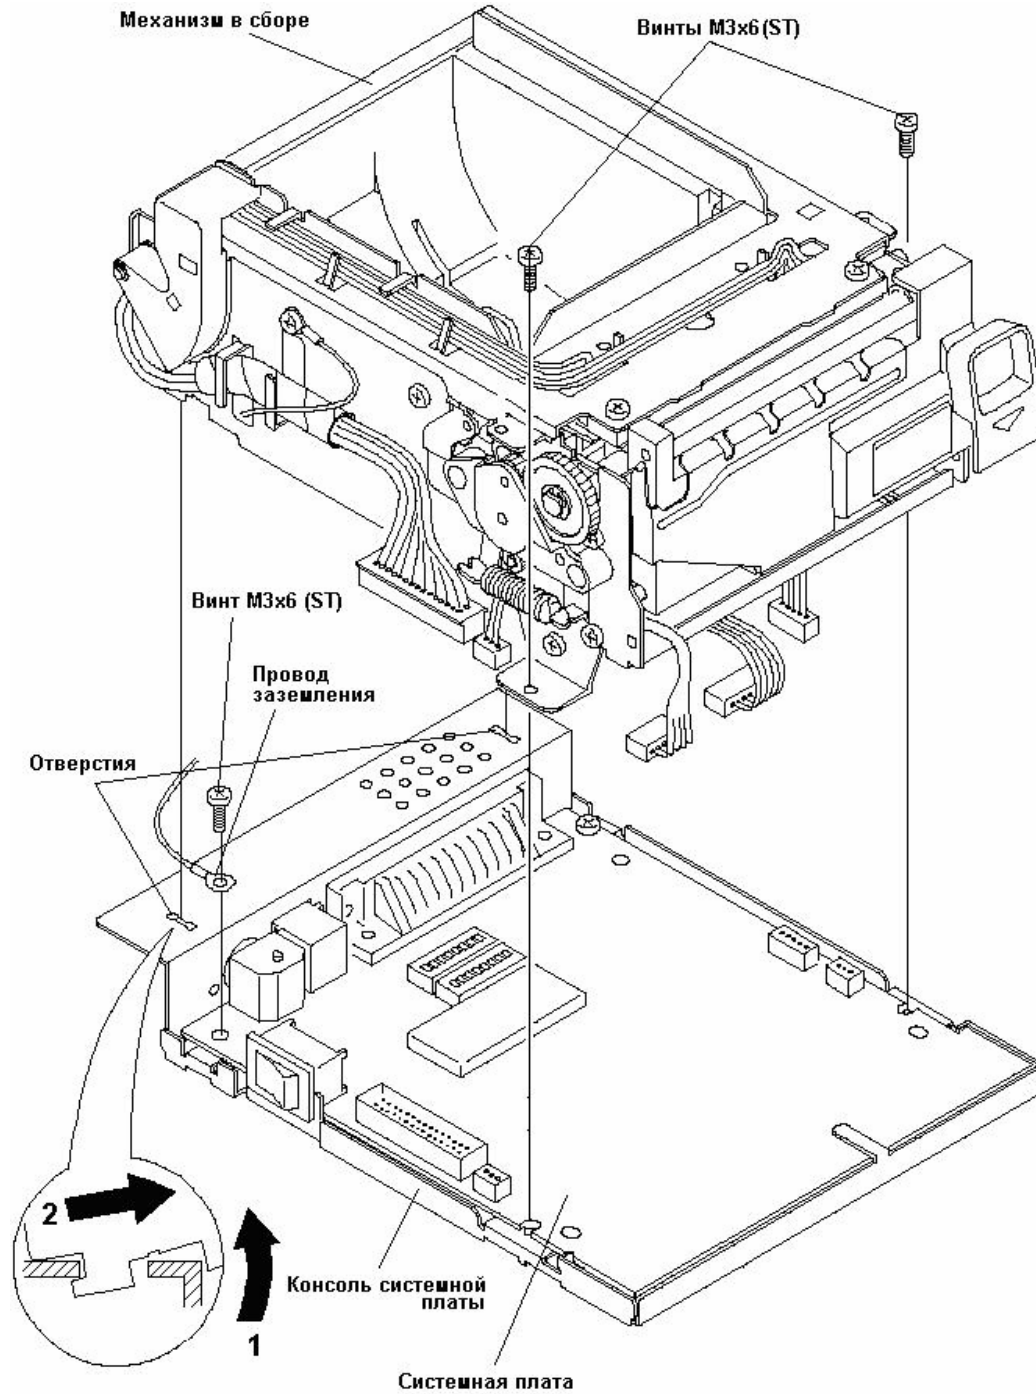

Рисунок 3 Механизм ККМ
1. Открутите два винта, которыми механизм принтера крепится к системной плате и консоли системной платы (см. Рис. 3).
Внимание: Внешний вид и расположение элементов на системной плате, изображённой на Рис. 3, может не соответствовать действительности.